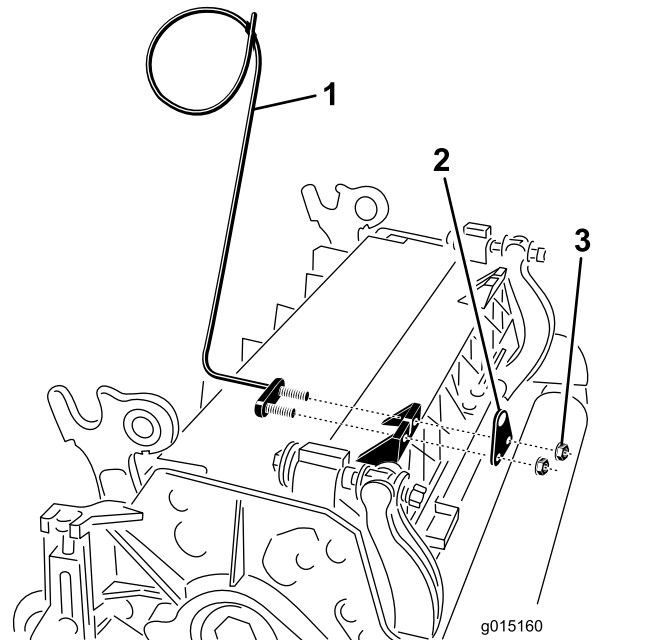
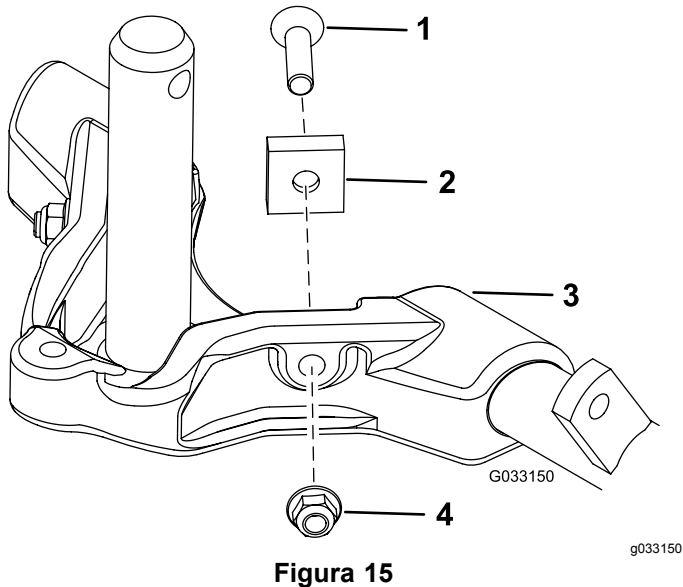

**Figura 12**
**Figura 14**
**Importante:** En la Unidad de corte 4 (delantera izquierda) y la Unidad de corte de 5 (delantera derecha), utilice las tuercas de montaje del soporte de la varilla para instalar las guías de las mangueras a la parte delantera de las pestañas de las unidades de corte. Las guías de manguera deben estar inclinadas hacia la unidad de corte central (Figura 12 a Figura 14).
7. Aumente el alcance de la dirección de las unidades de corte traseras retirando los 2 espaciadores de pivote, tornillos allen y contratuerca con arandela prensada (Figura 15) de los bastidores de tiro de las unidades de corte traseras (Unidades de corte 2 y 3); consulte Figura 12.